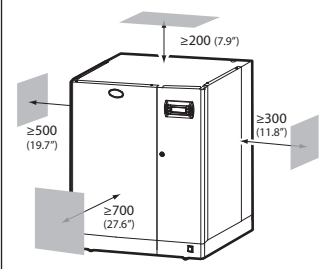

Fig. 1.b
- Situar el humidificador horizontalmente (utilizar un nivel), respetando los espacios mínimos (ver Fig. 1.b) para permitir las operaciones necesarias de mantenimiento..